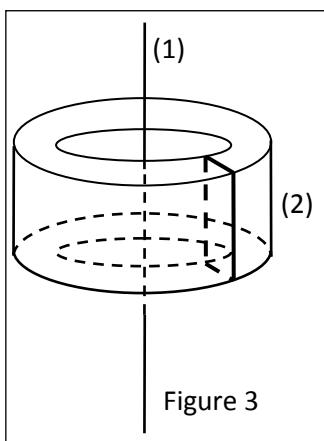

Figure 3
La pince ampèremétrique est modélisée par une bobine (2) constituée d'un fil enroulé sur un tore d'axe  $OZ$ , de rayon moyen  $r_0 = 5 \text{ cm}$  et de section carrée de côté  $a = 1 \text{ cm}$ . Le tore est constitué d'un matériau non magnétique, c'est-à-dire dont les propriétés magnétiques sont celles du vide. L'enroulement comporte  $N=1000$  spires jointives et régulièrement réparties, cf. Figures 3 et 4. Ses extrémités sont reliées à un oscilloscope.